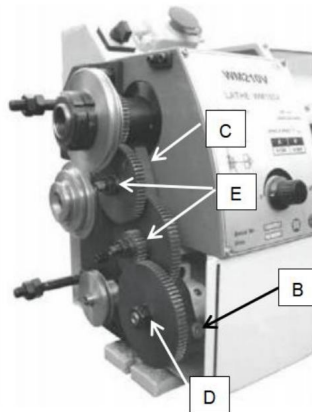

Abb. 19
3. Lösen Sie die Feststellschraube (B, Abb. 19) am Quadranten.
4. Schwenken Sie den Quadranten (C, Abb. 19) nach rechts.
5. Schrauben Sie die Mutter (D, Abb. 29) von der Leitspindel oder den Muttern (E, Abb. 19) ab. von den Quadrantenschrauben, um die Wechselräder aus dem Front.